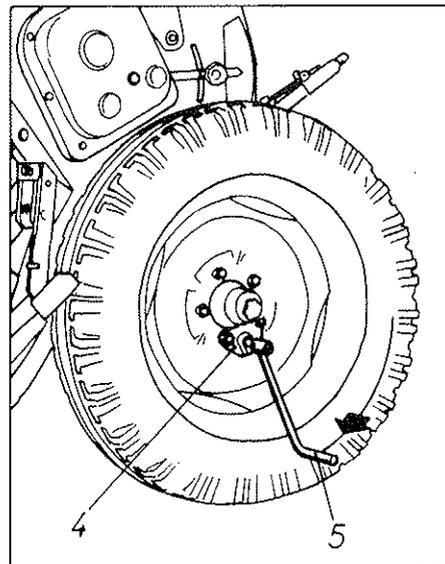

Fig. 3
**TERCERO:** Se enclava la palanca de los husillos (5) en el tetón exterior de la rueda derecha (4) y se dan algunas vueltas hasta que la semilla empieza a caer en la bandeja. (fig. 3) Esta semilla se devuelve a la tolva y se empieza a dar las vueltas reales de la prueba según el cuadro siguiente: